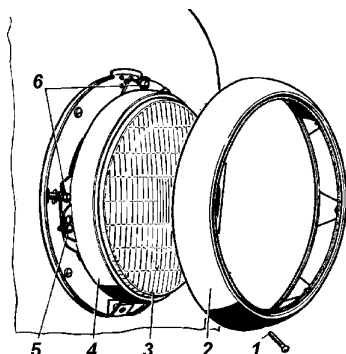
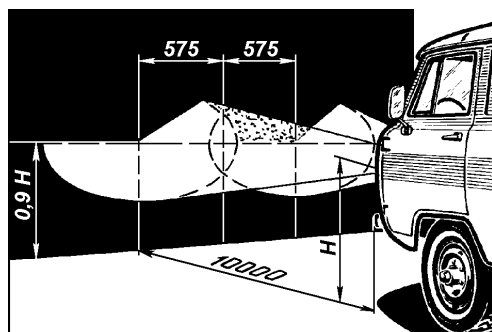

Рис. 9.36. Фара:
Рис. 9.37. Разметка экрана для регулировки фар:
3. Включите ближний свет и, закрыв одну из фар, отрегулируйте другую винтами 6 (см. рис. 9.36) так, чтобы световое пятно на стене или экране было расположено, как показано на рис. 9.37. Регулировочные винты фар расположены симметрично центра фар в горизонтальной плоскости.